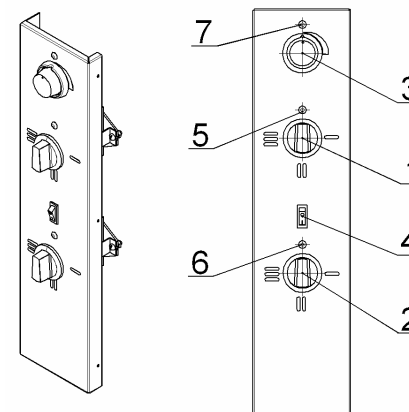

Рис.4
4.5 Приборы управления и светосигнальная арматура размещены (рис.4) на снимаемой панели управления (рис.4 поз.3), которая расположена с правой стороны шкафа.
4.5.1 Ступенчатое регулирование мощности верхних и нижних ТЭНов осуществляется установкой ручек переключателей (поз.1 и 2) в фиксированные положения, обозначенные на панели управления символами I, II и III, что соответствует режимам нагрева ТЭНов: слабый, средний и сильный. При этом, мощность ТЭНов изменяется следующим образом: 0,75 – 1,5 – 3,0 кВт. Отключение ТЭНов производится установкой ручек переключателей в положение «0» (напротив сигнальных ламп рис.4, поз.5 и 6).
Установка и автоматическое поддержание необходимой температуры (от 50 до 300°С) в камере осуществляется терморегулятором (рис.4, поз.3).
Переключатели верхних и нижних ТЭНов, а также терморегулятор снабжены сигнальными лампами (рис.4, поз.5, 6 и 7).
7.4 Установите (по часовой стрелке) лимбом терморегулятора (рис.4, поз.3) температуру в камере шкафа, предусмотренную технологией приготовления продукта (должна загореться сигнальная лампа рис.4. поз.7).
7.5 Установите ручки переключателей (рис.4, поз.1 и 2) нижних и верхних ТЭНов в положения I, II или III (должны загореться сигнальные лампы рис.4, поз.5 и 6).
7.7 Для визуального контроля состояния приготавливаемых в камере продуктов, при закрытой дверке, включите клавишей (рис.4, поз.4) лампу подсветки камеры.